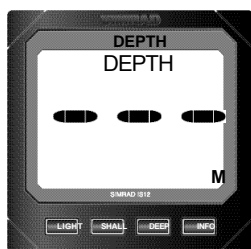

Fig 5.2 - Perte du signal de profondeur
3. L'écran affiche des tirets à la place des chiffres (Fig 5.2).